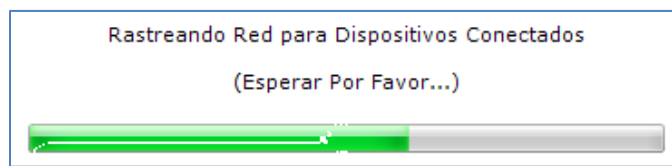
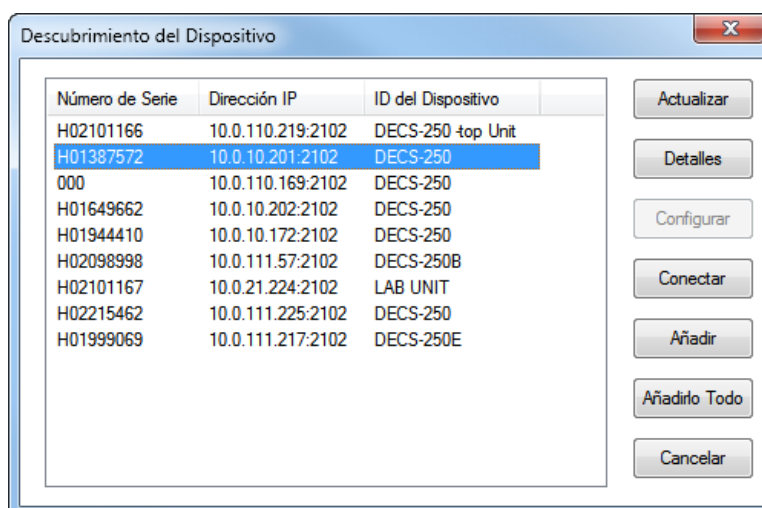

Figura 22-8. Escaneo de Dispositivos Conectados.
Figura 22-9. Ventana de Descubrimiento de Dispositivo
4. Si no se conoce la dirección IP, se puede realizar un escaneo (Figura 22-8) para buscar en todos los dispositivos conectados haciendo clic en el botón *Ethernet* en el cuadro de Descubrimiento de Dispositivo. Luego de que se completa el escaneo, se visualizará una ventana con los dispositivos conectados. (Figura 22-9)